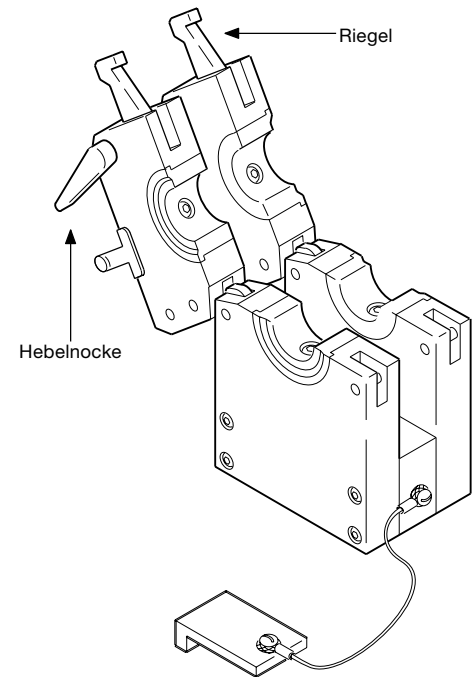

Abbildung 28 Hebelnocke und Riegel
6. Hebelnocke und Riegel auf leichtgängigen Betrieb überprüfen. Siehe Abbildung 28.